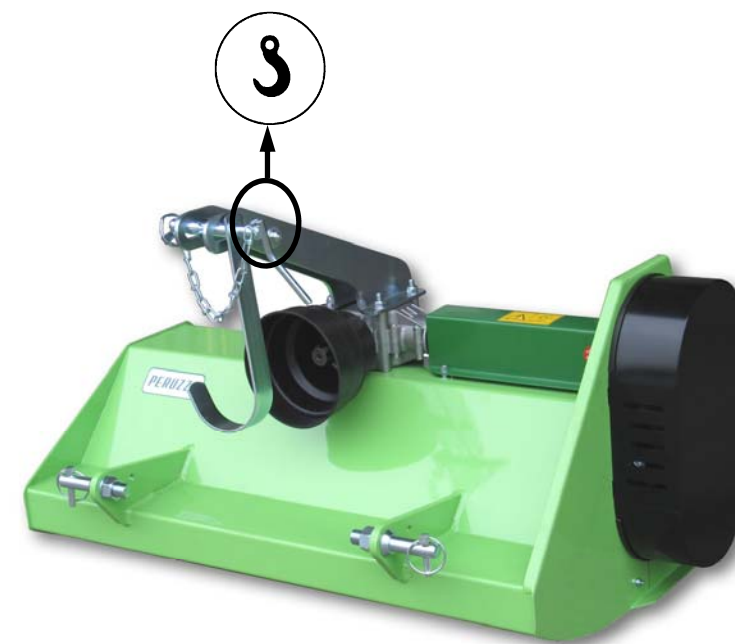

Fig. 18 A
1) En utilisant un élévateur apte en fixant la machine à l'attaque à 3 points ou autre pour empêcher n'importe quel mouvement. (fig. 18)
2) Enlever la tondeuse du tracteur et la renverser de façon à ce que le rotor soit bien visible. (Fig.18 A)
1) Indem man ein geeignetes Hebwerkzeug benutzt, und die Maschine festlegt beim Dreipunkt oder anderem, um zu verhindern dass sie sich bewegt (Abb. 18)
2) Den Rasenmäher von der Zugmaschine abmontieren und ihn völlig umdrehen, sodass die Drehvorrichtung der Schneideflächen gut sichtbar ist. (Abb. 18 A)